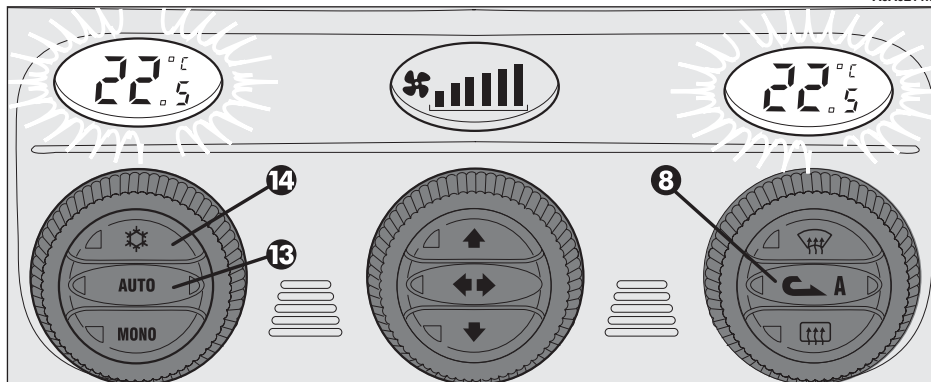

fig. 86
Le compresseur du climatiseur désenclenché, il n'est pas possible d'introduire dans l'habitacle de l'air à une température inférieure à la température extérieure; dans ce cas, sur l'affichage relatif à la température la valeur non réalisable clignote et le voyant gauche présent sur le poussoir (13) **AUTO** - fig. 86) s'éteint.